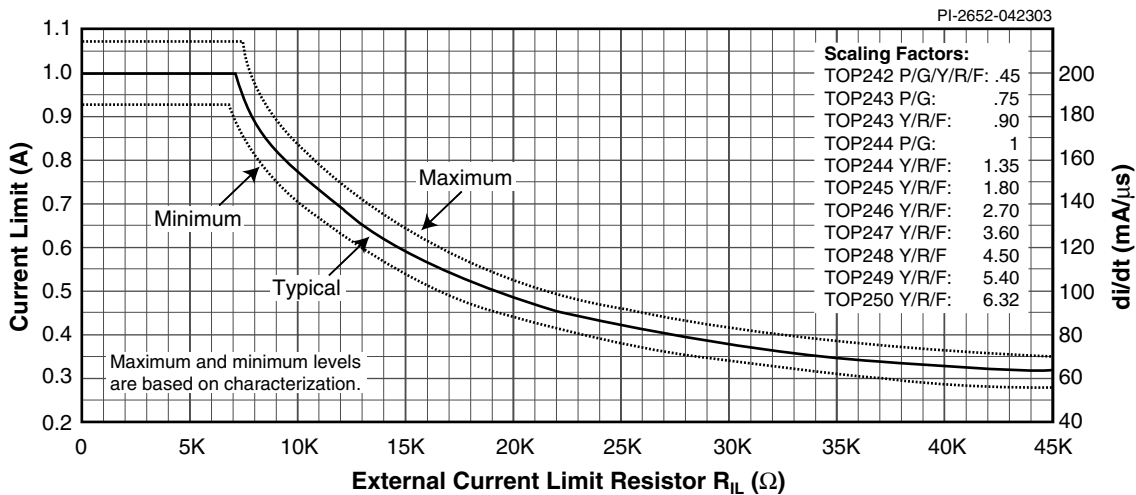

图 54b. 流限随外部流限阻抗的变化（见图55a和56a关于TOP245P/G和TOP246P/G）
- C. 外部调节流限时，请参考典型性能特性一节中的图54b、55b及56b（流限与外部流限电阻）。所列明的容差仅在工作在最大限流点处有效。